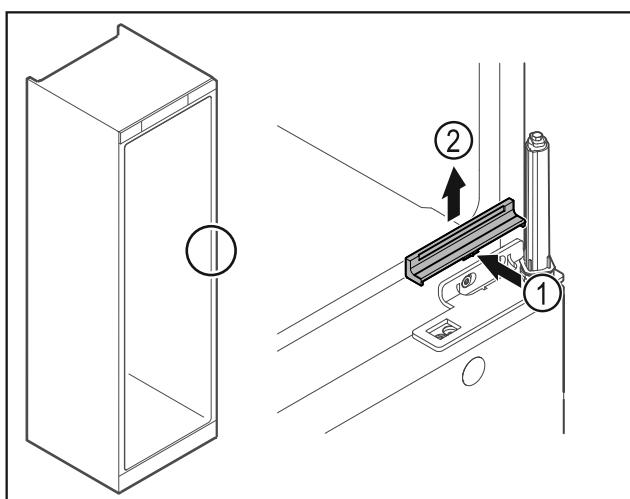

Fig. 32
- Πλέστε το κάλυμμα Fig. 32 (1) ελαφρά στο κέντρο και αφαιρέστε το προς τα επάνω Fig. 32 (2).